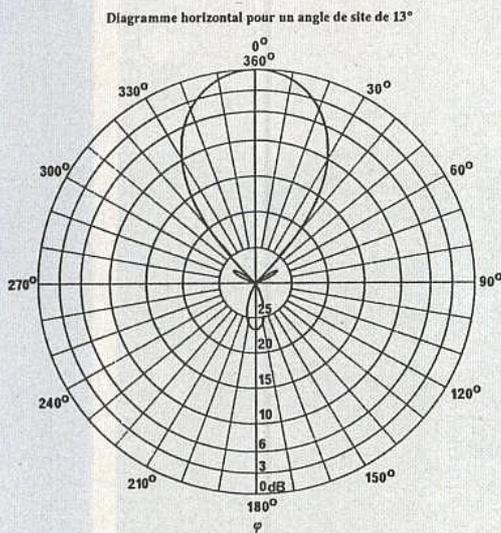

Figure 1 : ouverture à -3dB = 55°.
- le diagramme dans un plan horizontal pour un site donné (figure 1)